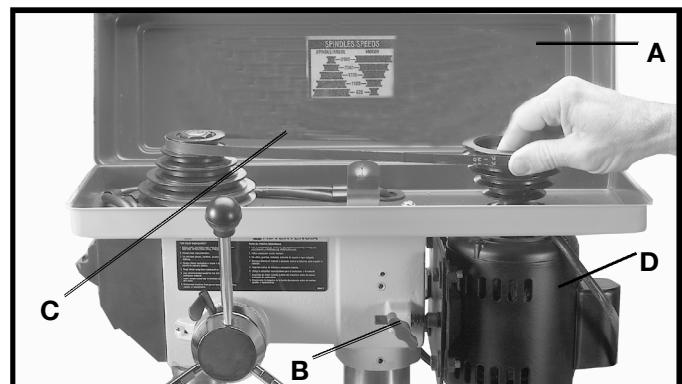

Fig. 26
- Levante la correa y el protector de polea (A) Fig. 26.
- Suelte la tensión de la correa aflojando la perilla de cierre de tensión (B) Fig. 26, articulando el motor hacia la parte delantera de la taladradora como se ilustre aquí.
- Mientras que sostiene el motor hacia la parte delantera del cabezal de la taladradora, coloque la correa (C) sobre los escalones deseados de las poleas del motor y del árbol, como lo ilustra la Fig. 26. Un cuadro de colocación de correas y velocidades (D) se encuentra en el interior de la tapa superior de la taladradora para su conveniencia.
5. Despues de colocar la correa sobre los escalones deseados de las poleas del motor y del árbol, articule el motor, alejándolo del cabezal de la taladradora hasta que la correa esté debidamente tensionada, y apriete la perilla de cierre de tensión (B) Fig. 26. La correa debe estar sólo lo suficientemente apretada como para impedir el deslizamiento. La tensión excesiva reducirá la vida de la correa, las poleas y los cojinetes. Se obtiene la tensión correcta cuando la correa (C) puede ser flexionada unas 2.5 cm fuera de la linea entre medio de las poleas, utilizando presión ligera con los dedos.